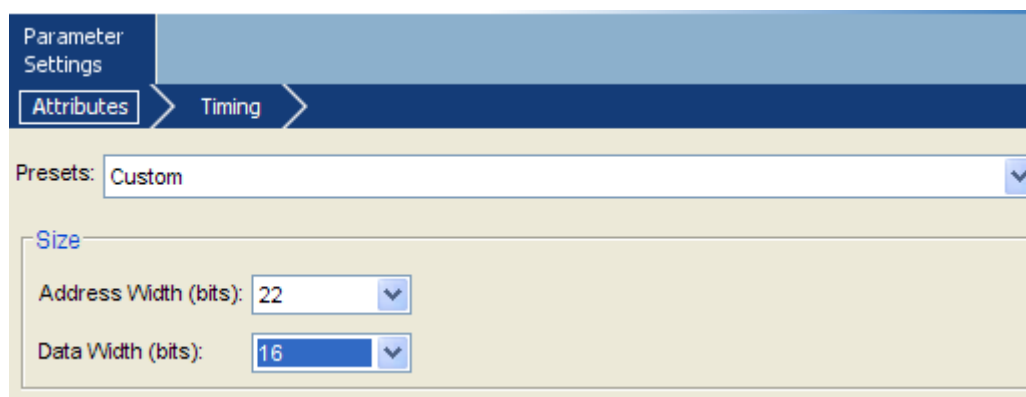
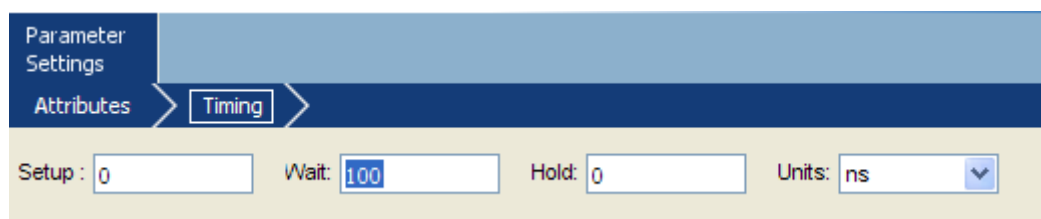

图 9-2 Flash 属性页 (1)
图 9-3 Flash 属性页 (2)
7. Memories and Memory Controller->Flash->Flash Memory(CFI): 属性第一页 Attributes 中的 Presets 选择 Custom。Size 中地址线宽度选择 22 位, 数据线选择 16 位。第二页 Timing 中 Setup=0, Wait=100, Hold=0, Unit=ns。如图 9-2 与图 9-3。